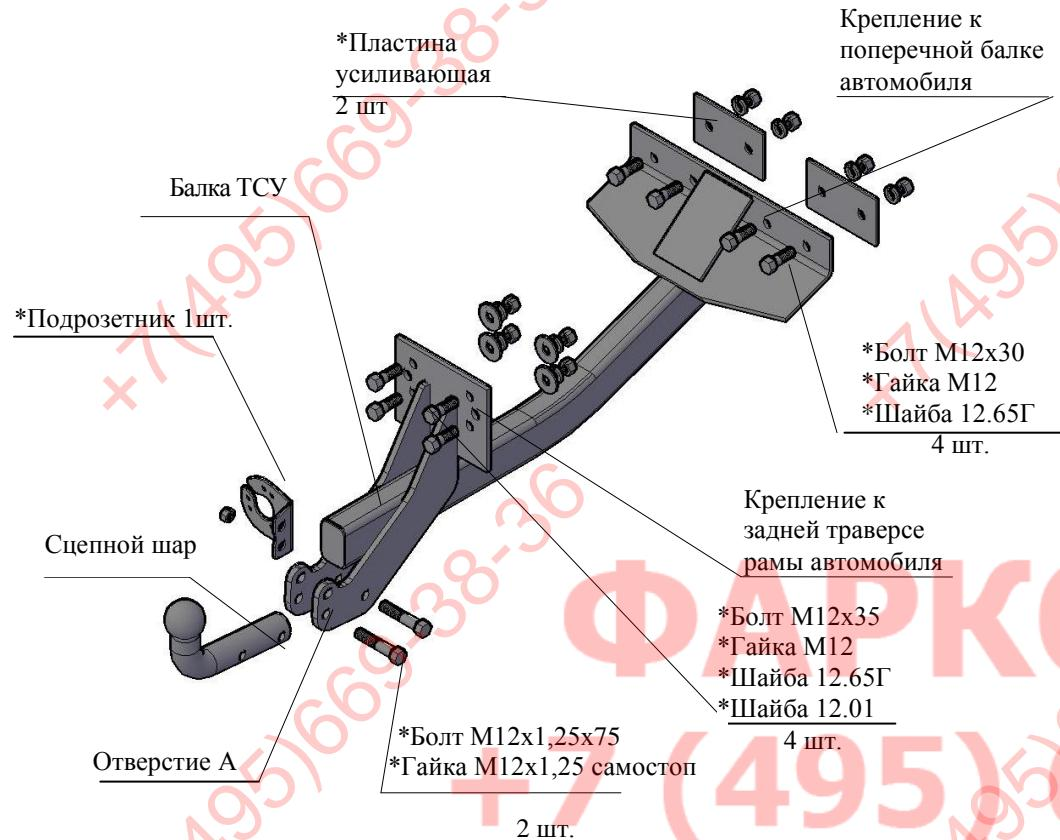

РИС.1 Тягово-сцепное устройство ТСУ 3163.01.
2.1 ТСУ 3163.01.С в сборе (рис.1)	1 шт.
2.2 Пакет с комплектующими (см. рис.1)	1 шт.
4.2 Закрепить передний кронштейн ТСУ четырьмя болтами M12x30 и гайками M12 на поперечной балке автомобиля в соответствии с рис.1, используя существующие технологические отверстия и подложив под гайки усиливающие пластины и шайбы 12.65Г, крепеж не затягивать..